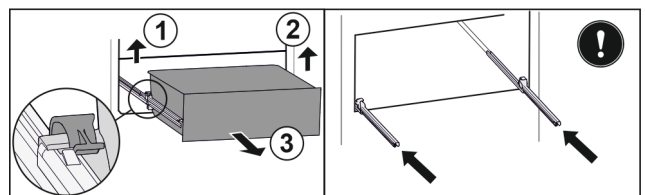

Fig. 174
- ▶ Linker klem optillen en gelijktijdig lade links naar voren trekken. Fig. 174 (1)
- ▶ Rechter klem optillen en gelijktijdig lade rechts naar voren trekken. Fig. 174 (2)
- ▶ Lade naar voren toe verwijderen. Fig. 174 (3)